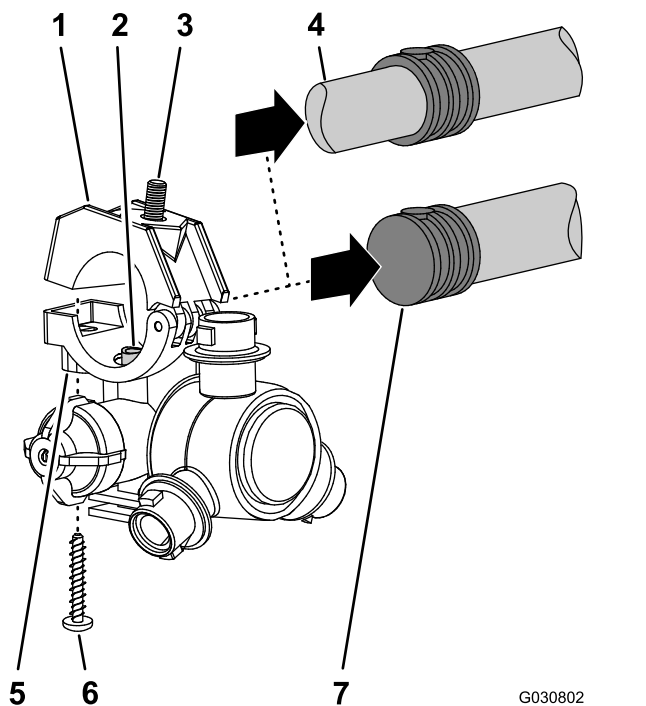

図 98
5. ステップ1で取り外した8個のノズル全部について片側または両側バーブ付きホースシャンク3/4 インチとそのクランプの上半分とを各ノズルのボディに固定しているステンレスねじ#12 x 1-1/4 インチを外してバーブ付きホースシャンクをから外す 図 98。